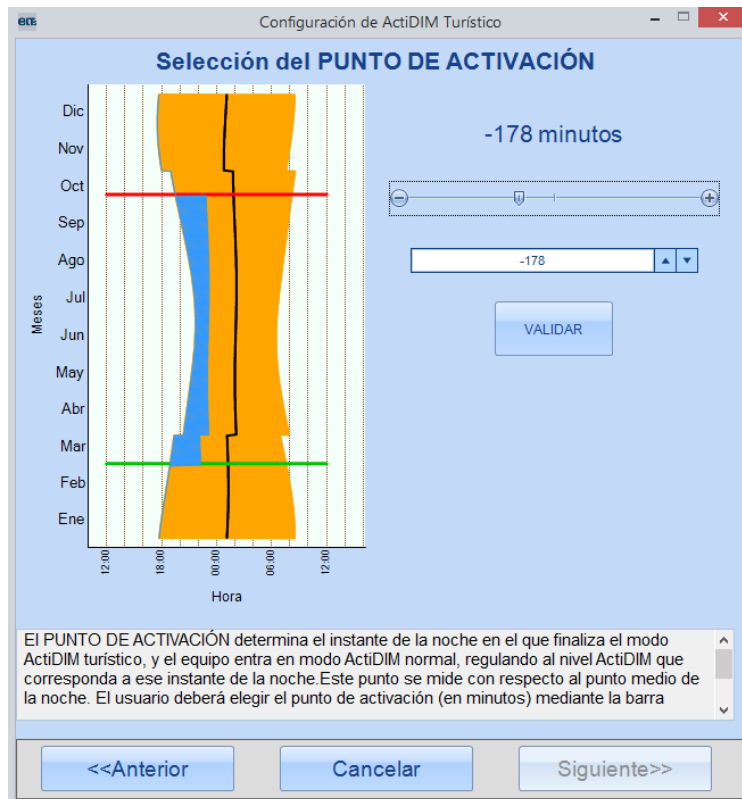
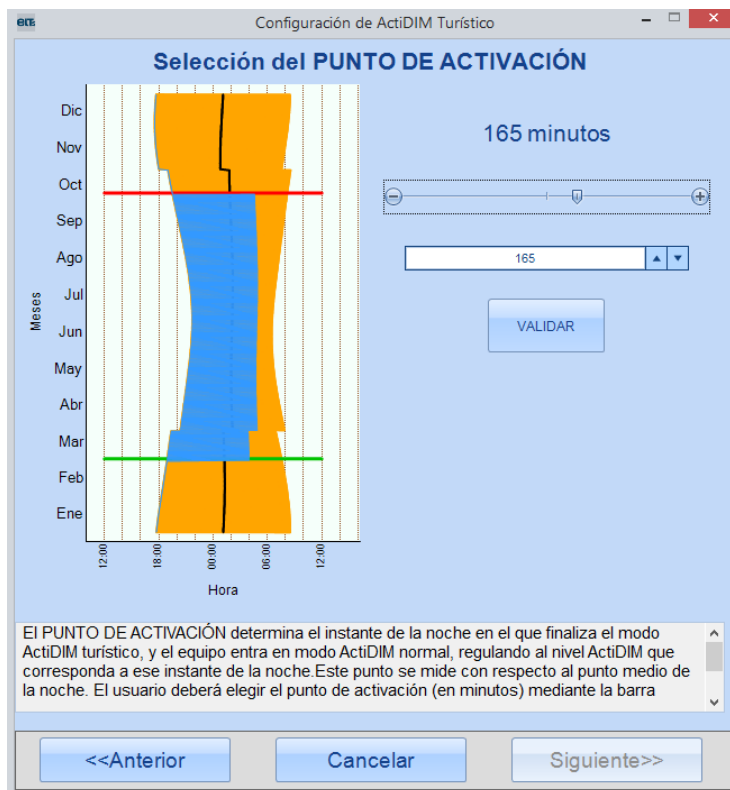

Fig. 53- Punto de activación negativo
Fig. 54- Punto de activación positivo
Este parámetro se mide en minutos, y se interpreta como tiempo contado desde el punto medio de la noche. Su rango es de -720 a 720 minutos (Fig. 53 y Fig. 54).
- Valores negativos: la activación del ActiDIM normal ocurre antes del punto medio de la noche (Fig. 53).
- Valores positivos: la activación del ActiDIM normal ocurre después del punto medio de la noche (Fig. 54).